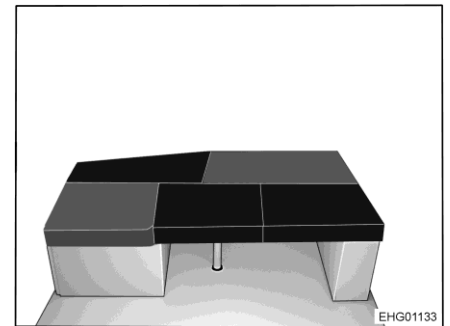

Bild 169 Nach dem Umbau
- Drei Zusatzpolster gemäß Bild 169 auflegen.